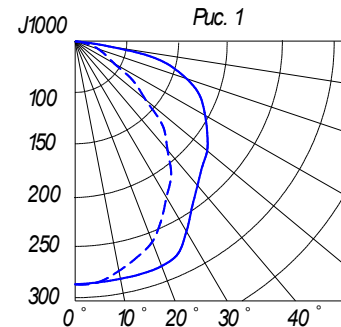

Рис. 1
1.5 Распределение силы света светильников показано на рис.1. Тип кривой силы света в горизонтальной плоскости - круглосимметричная, в вертикальной плоскости – косинусная.